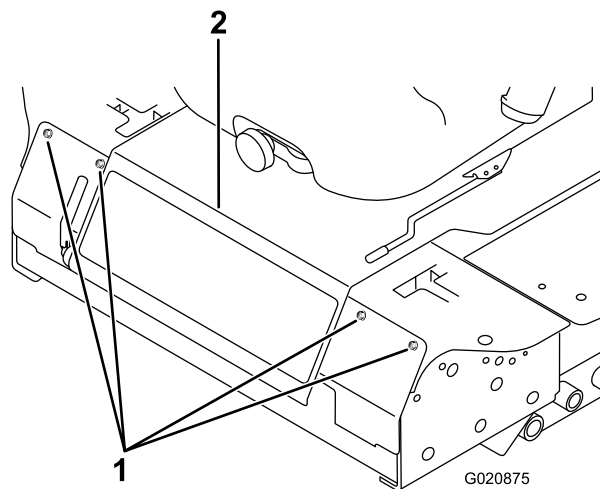

Figure 75
3. Retirez les boulons de fixation du panneau avant et déposez le panneau (Figure 75).